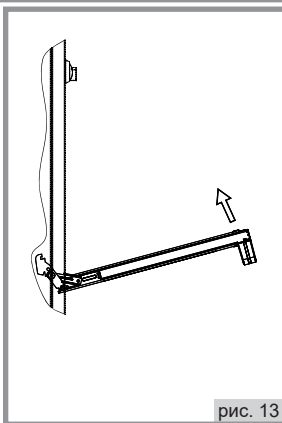

рис. 13
2. Прикрыть дверцу до упора, не прикладывая усилия, пока упоры не зафиксируют шарниры (рис. 13);